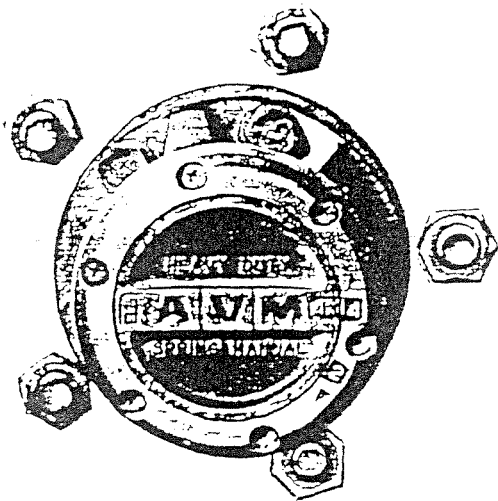
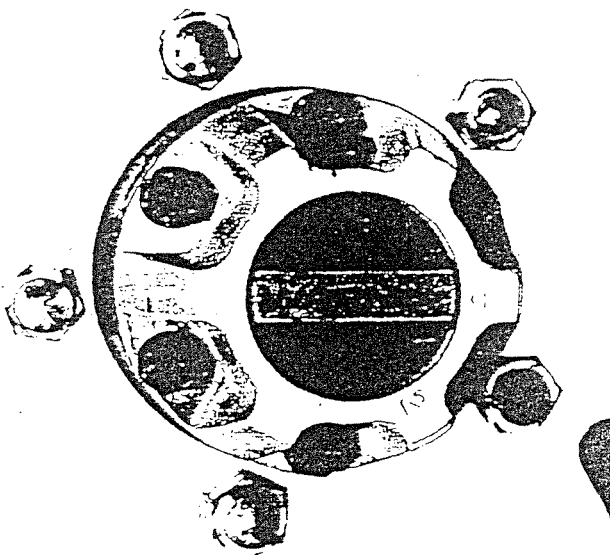

Fig. 1
Fig. 2
- Bater alternadamente com um maco de bronze de um e de outro lado do rolamento a fim de o extrair (fig. 1). Em caso de dificuldade utilizar um punção em bronze a extrair o rolamento oposto (fig. 2).